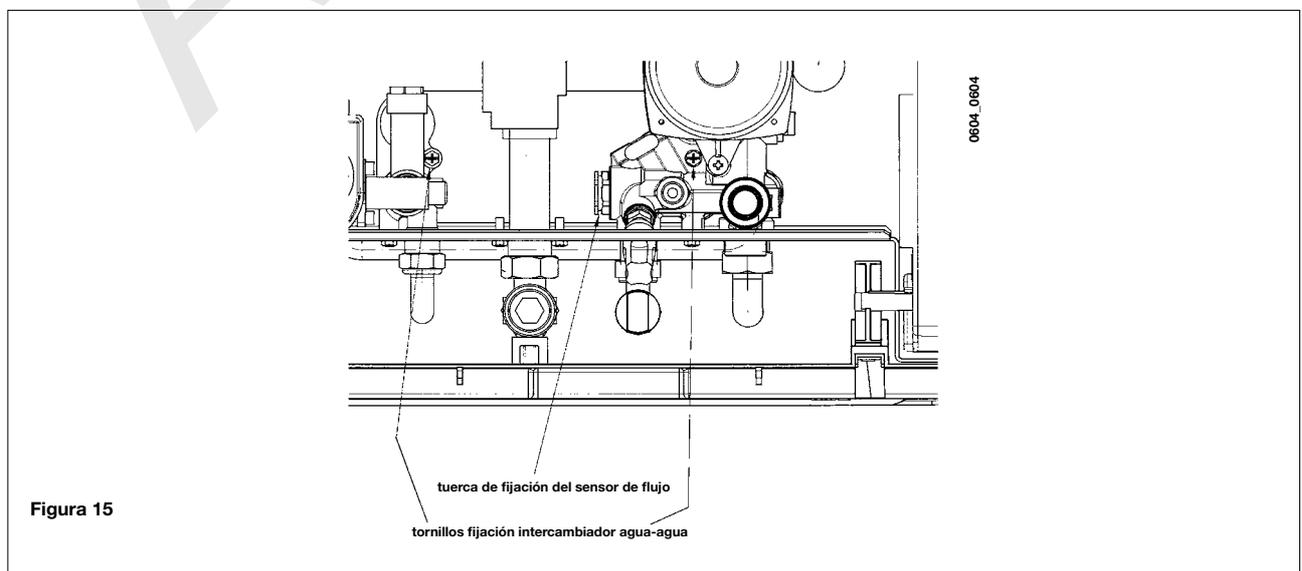

Figura 15
- sacar los dos tornillos, visibles frontalmente, de fijación del intercambiador agua-agua y extraerlo de su asiento (figura 15).
- Desenroscar la tuerca del grupo sensor de flujo (figura 15).